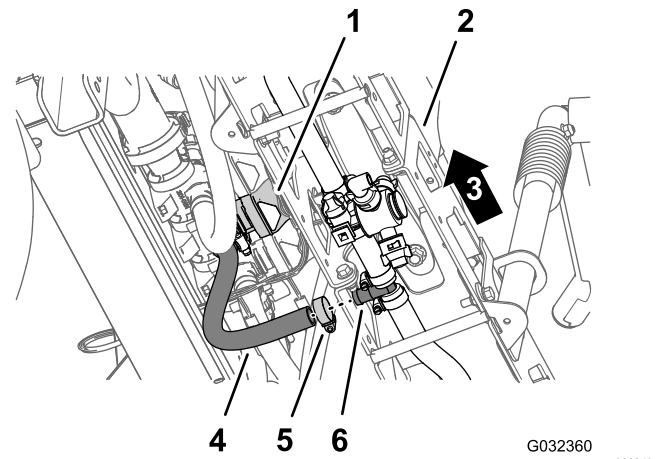

Figure 43
5. Sous la section de rampe centrale, retirez le collier qui fixe le flexible d'alimentation de la section de rampe au raccord en T cannelé (Figure 43).